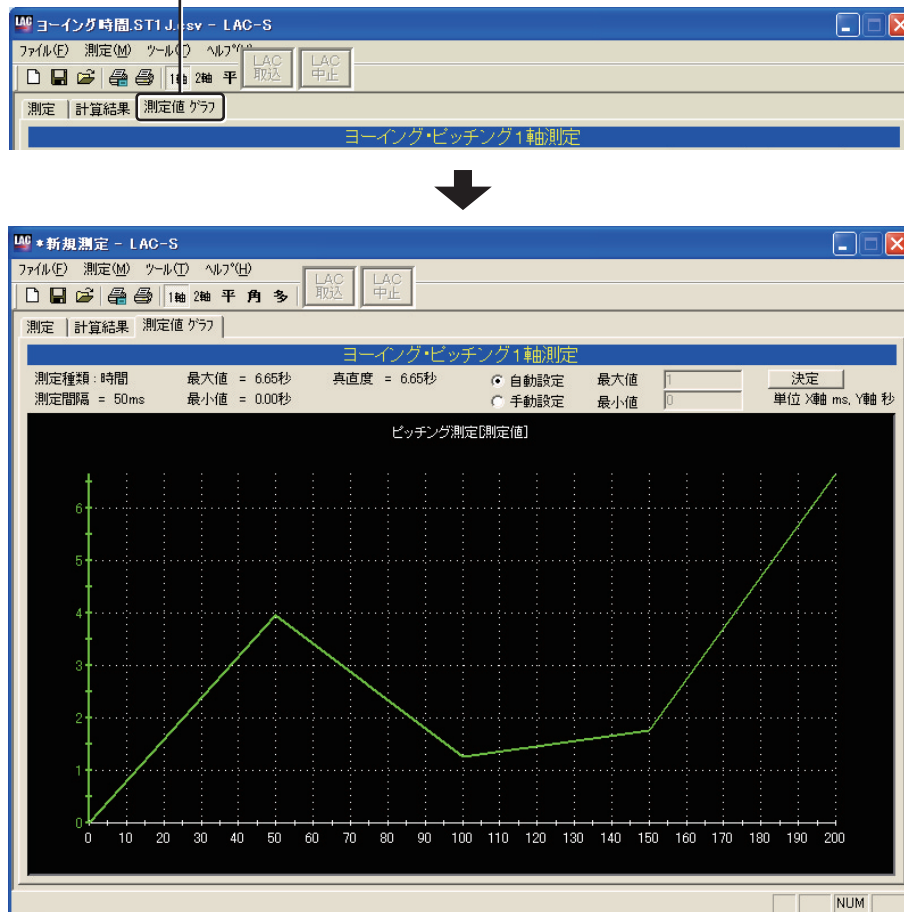

図5-4-14
5.5.2で行った計算結果を「測定値グラフ」で表示します。ヨーイング・ピッチング1軸測定画面の[測定値グラフ]タブをクリックすると「測定値グラフ」が表示されます(図5-4-14)。